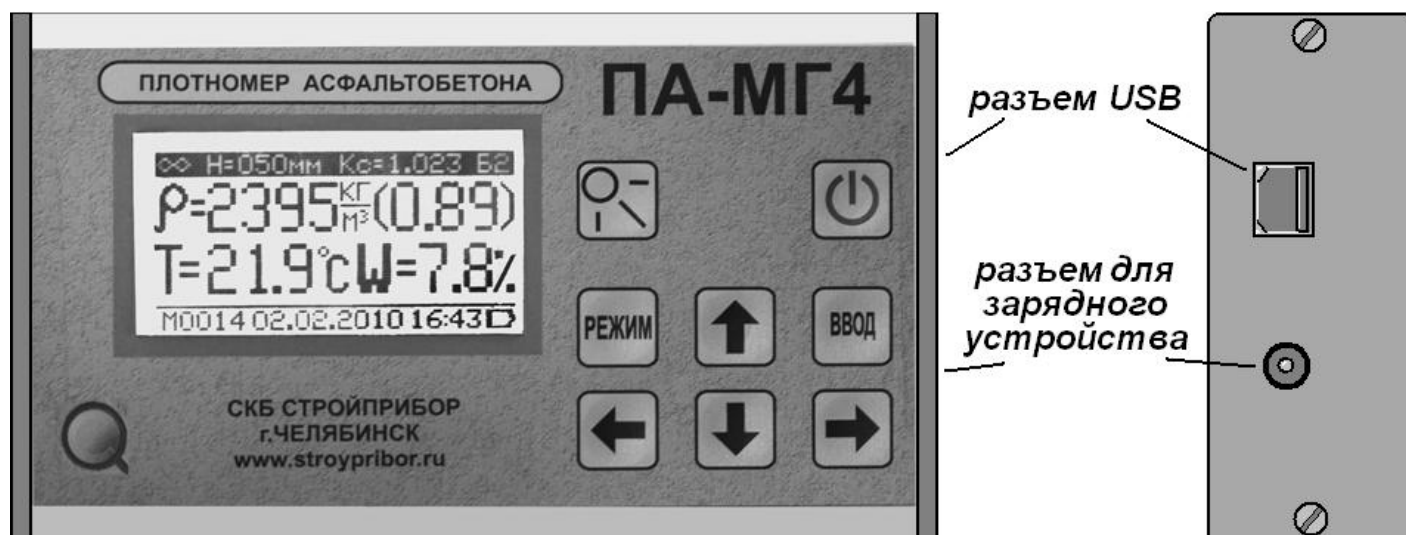

Рисунок 2 – Вид электронного блока плотномера
1.4.2 На лицевой панели электронного блока (рис.2) размещен ЖК дисплей и клавиатура, состоящая из восьми кнопок: **ВКЛ** (окрашена в красный цвет), **ПОДСВЕТКА ДИСПЛЕЯ** (☀), **РЕЖИМ**, **ВВОД**, ←, →, ↑ и ↓.